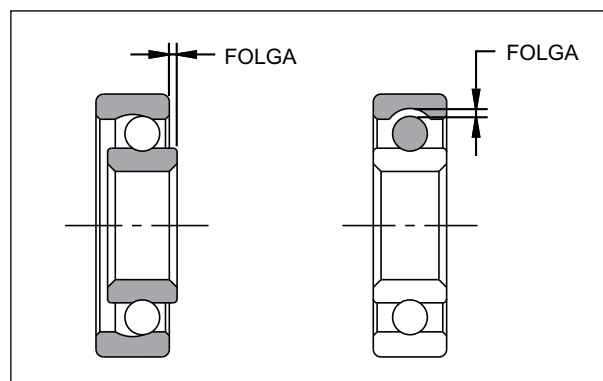

Fig. 6.14
- Inspeção manual da folga da pista interna do rolamento no conjunto da roda dianteira. (Fig. 6.14)